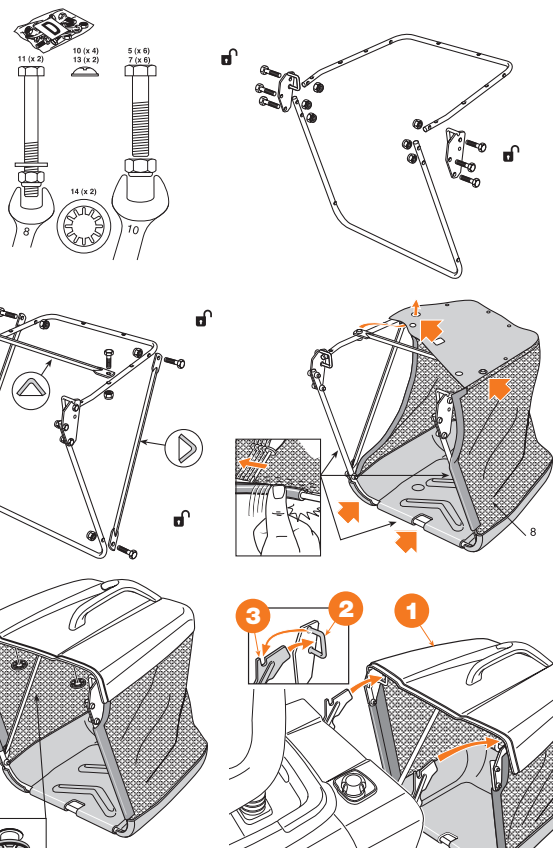

Рис. 7
- Закрепить контейнер для сбора травы **1**, вставив два крепления **2** в отверстия на двух опорах **3** (Рис. 7).